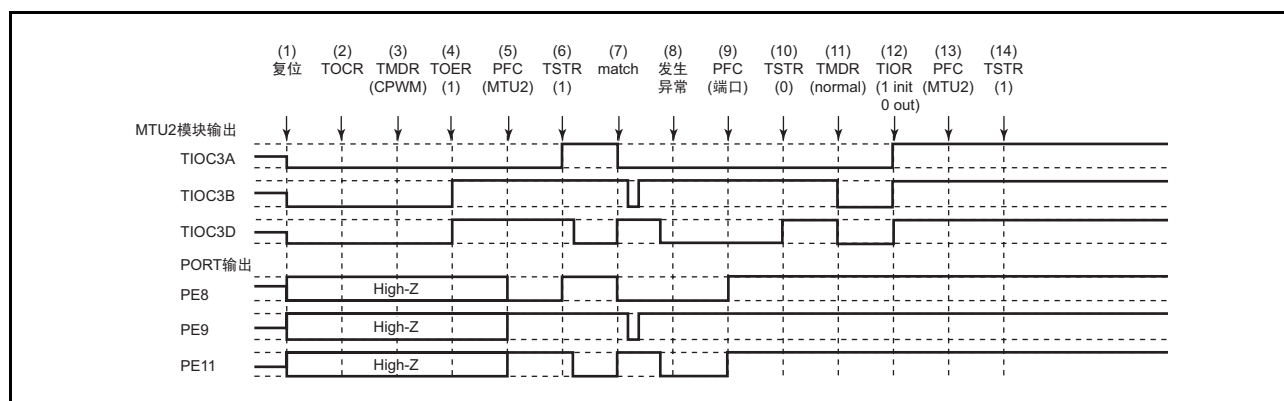

图 10.156 在互补 PWM 模式中发生异常并在正常模式中恢复
在互补 PWM 模式中发生异常，重新设定后在正常模式中重新开始时的说明如图 10.156 所示。
- (1) ~ (10) 与图 10.156 相同。
- (11) 必须设定 PWM 模式 1 (MTU2 输出为低电平)。
- (12) 必须通过 TIOR 初始化引脚 (在 PWM 模式 1 中不初始化 TIOC*B)。
- (13) 必须通过 PFC 设定为 MTU2 输出。
- (14) 通过 TSTR 重新开始。
(23) 在互补 PWM 模式的运行中发生异常并在互补 PWM 模式中重新开始时的运行
- (11) 必须通过 PFC 设定为 MTU2 输出。
- (12) 通过 TSTR 重新开始。
- (13) 通过产生比较匹配, 输出互补 PWM 波形。
(24) 在互补 PWM 模式的运行中发生异常并在互补 PWM 模式中重新开始时的运行
- (11) 必须设定正常模式和新的设定值 (MTU2 输出为低电平)。
- (12) 必须通过 TOER 禁止通道 3、4 的输出。
- (13) 必须通过 TOCR 选择互补 PWM 模式的输出电平并允许或者禁止周期输出。
- (14) 设定互补 PWM。
- (15) 必须通过 TOER 允许通道 3、4 的输出。
- (16) 必须通过 PFC 设定为 MTU2 输出。
- (17) 通过 TSTR 重新开始。
(25) 在互补 PWM 模式的运行中发生异常并在复位同步 PWM 模式中重新开始时的运行
- (11) 必须设定正常模式 (MTU2 输出为低电平)。
- (13) 必须通过 TOCR 选择复位同步 PWM 模式的输出电平并允许或者禁止周期输出。
- (14) 设定复位同步 PWM。
(26) 在复位同步 PWM 模式的运行中发生异常并在正常模式中重新开始时的运行